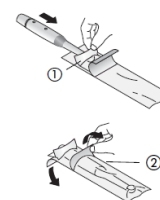

図 4
- (2) ハンドピース本体の電源を入れ、先端をアルコールで拭き使い捨て保護カバーを被せて (図 4)、ハンドピース本体の先端を口の内側に触れないように、患者の口腔内に挿入する。
- (3) 見たい部位にハンドピース本体のレンズ窓を向けて、ライブビデオ画像をキャプチャーウィンドウのプレビュー画面上に表示させる。
- (4) ハンドピース本体のシャッターリリースボタンで画像の焦点を調節し、静止画像を取り込む。
- (5) (2) ~ (4) を繰り返して複数の静止画像を得る。